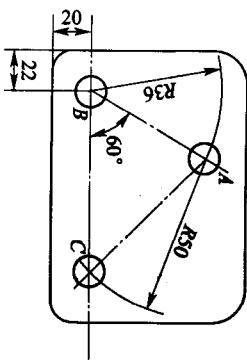

图 4—1
2. 用精密划线法加工如图 4—1 所示的钻模板，试计算出孔的坐标尺寸。